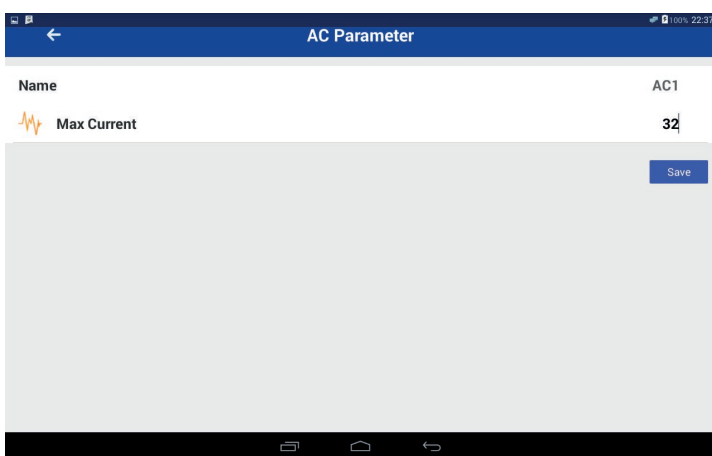

Figura 17
- Charge Point Setting > AC Setting > AC Parameter (Figura 17) e settare i seguenti parametri